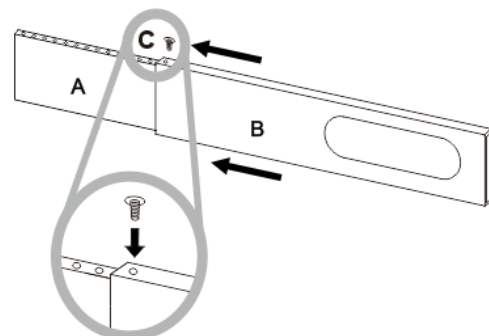

Abbildung 9
2. Sofern das Schiebefenster größer als die Mindestlänge des Fensterschiebersets ist, schieben Sie Panel B in Panel A und passen Sie es dem Fenster an (siehe Abbildung 9).
3. Befestigen Sie die Schraube/den Pin in den Löchern die der benötigten Fensterbreite entsprechen (siehe Abbildung 9).